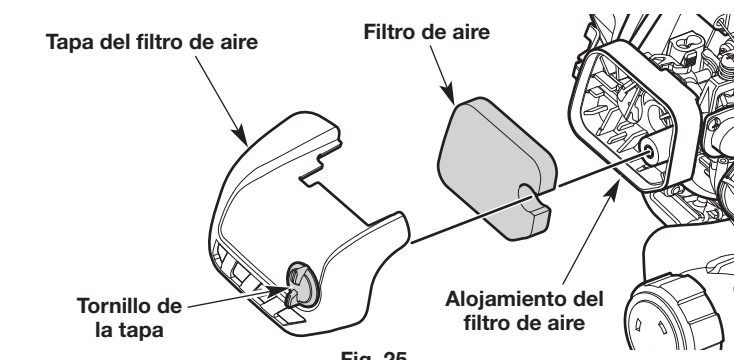

Fig. 25
6. Vuelva a instalar el filtro de aire en su alojamiento (Fig. 25).